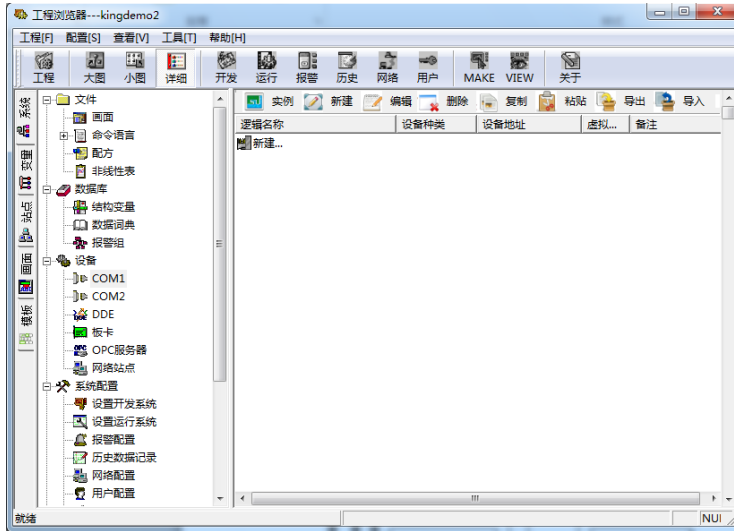

图6.20 新建串口设备
1. 在工程浏览器的目录显示区，用鼠标左键单击大纲项设备下的成员 COM1 或 COM2，则在目录内容显示区出现“新建”图标，如下图 6.20 所示：